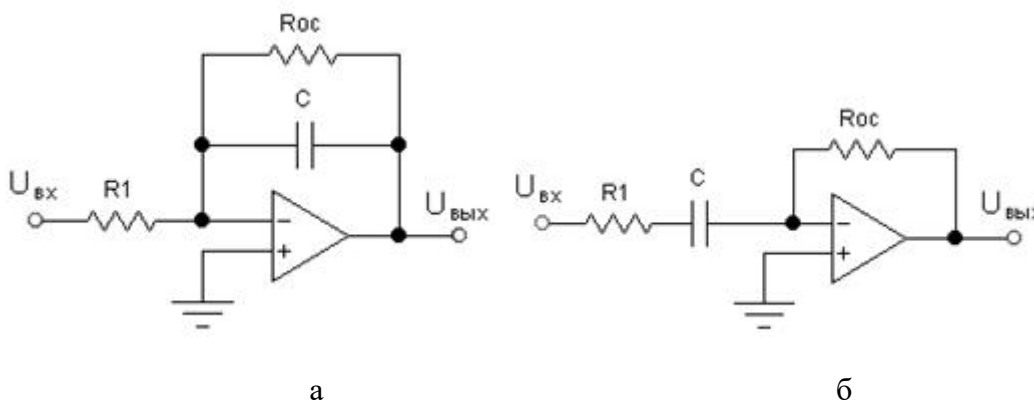

Рис. 2. Интегрирующий (а) и дифференцирующий (б) ОУ
2.1. Соберите схему интегратора на ОУ рис. 2а.
3.1. Соберите схему дифференциатора на ОУ рис.2б.